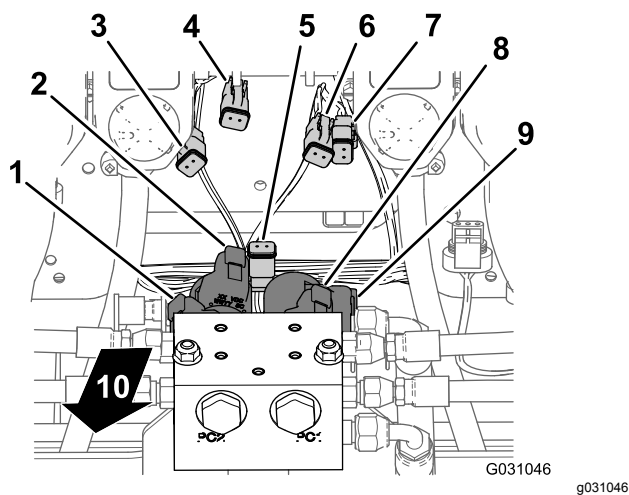
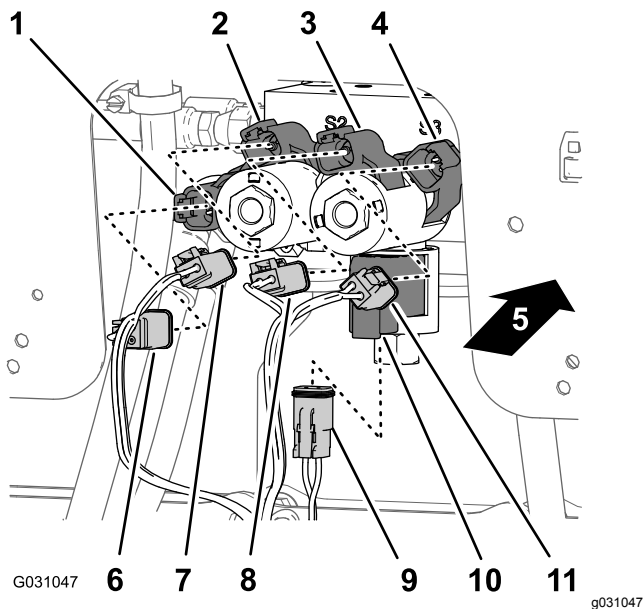

图 111
图 112
- 在提升油缸阀箱的底部将标有**接合电磁头**的后线束 2 插槽接头连接至接合电磁头的 2 针接头图 111 和图 112。
- 在右下方的电磁头将标有右下的后线束 2 插槽接头连接至右下电磁头的 2 针接头图 111 和 图 112。
- 在右上方的电磁头将标有右上的后线束 2 插槽接头连接至右上电磁头的 2 针接头图 111 和 图 112。
- 在左下方的电磁头将标有左下的后线束 2 插槽接头连接至左下电磁头的 2 针接头图 111 和 图 112。